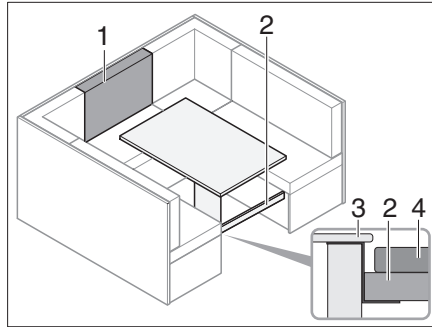

Fig. 196 Avant la transformation
- Insérer la traverse (Fig. 196, 2) sous le couvercle du coffre (Fig. 196, 3).
- Faire glisser la traverse (Fig. 196, 2) sous la table, (Fig. 196, 4) pour soutenir celle-ci.
- Placer le coussin de dossier (Fig. 196,1) sur la table devant le coussin supplémentaire.